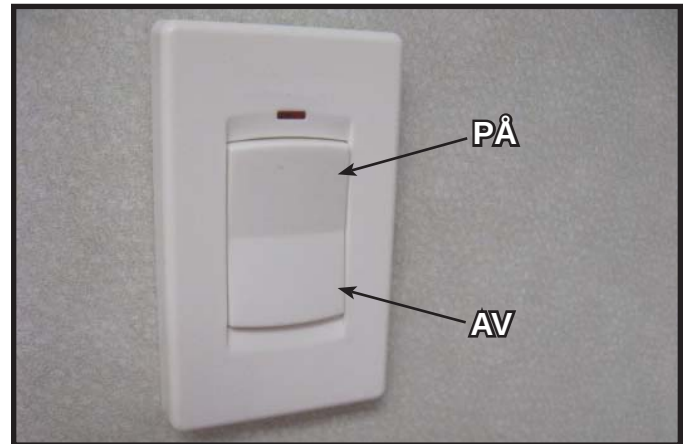

Figur 3 Installasjon av batteri
3. Kontroller at AV/PÅ-knappen er helt aktivert ved å trykke ned tappene på sidene. Se figur 3.